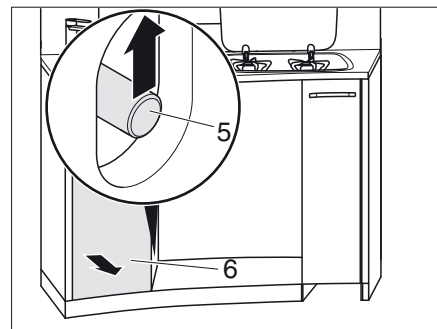

Bild 129 Låsa upp hög kökslåda
- Ta tag genom öppningen och skjut skjutstängen (Bild 129,5) uppåt.